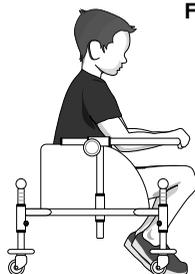

Fig.4
- Un control activo de la posición sentada facilitada por el ángulo y la forma del respaldo, que impiden la excesiva extensión de la cadera y del tronco e inducen la alineación entre la cabeza y el torso (Fig. 4)
- a) flexionar las rodillas aproximadamente 80° para permitir el movimiento de impulsión de las piernas (Fig. 4);